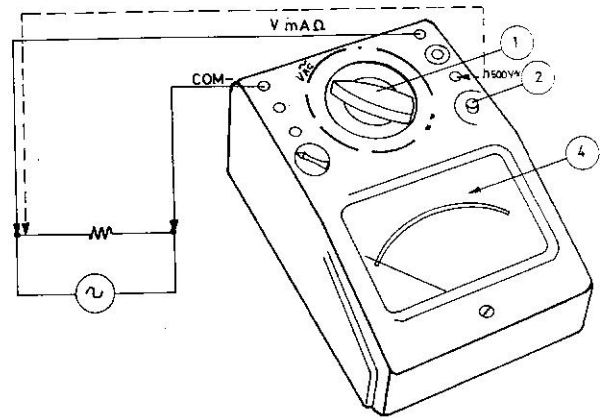

FIG:8
- Agir sur le Commutateur principal (1) pour afficher le calibre désiré.
- Brancher les cordons de mesure comme indiqué figure 8, le sens de branchement étant indifférent.
- Dans le cas où le disjoncteur (2) déclenche, ôter les cordons de mesure. Examiner la cause du déclenchement (voir liste « conseils généraux » page 2) puis appuyer sur le poussoir rouge. Reprendre ensuite la mesure normalement.
- Lire la valeur mesurée (4) selon les instructions du tableau ci-après :